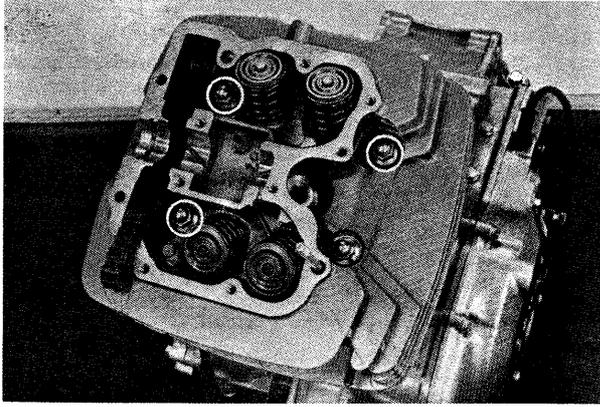

Bild 42
- Die Überwurfmutter und Unterlagscheiben entfernen (Bild 42). Die Schrauben in Kreuzmuster in zwei oder mehr Schritten lösen und entfernen.